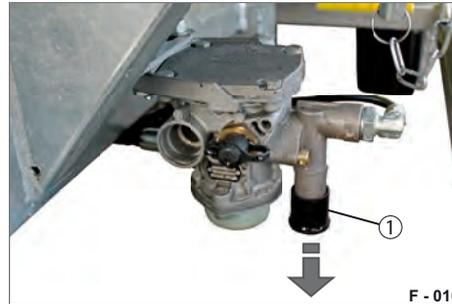

Abb. 12 Betriebsbremse in Fahrstellung
- ▶ Löseventil (Abb. 12/1) ziehen.